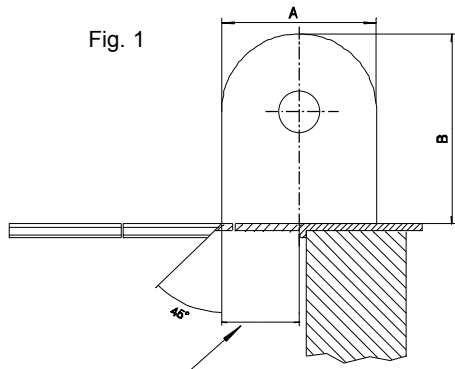

Fig. 1
2. Pokud je bazén obložen dlažbou, která přesahuje přes hranu bazénu, je nutné lem bazénu vyříznout podle bočnice, aby se lamely mohly bez zábran rozvíjet na hladinu, viz fig.1,2.